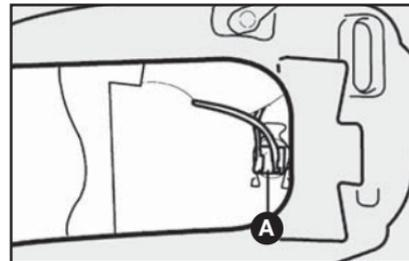

fig. 21
2) soltar o conector A-fig. 21 de alimentação da lâmpada;